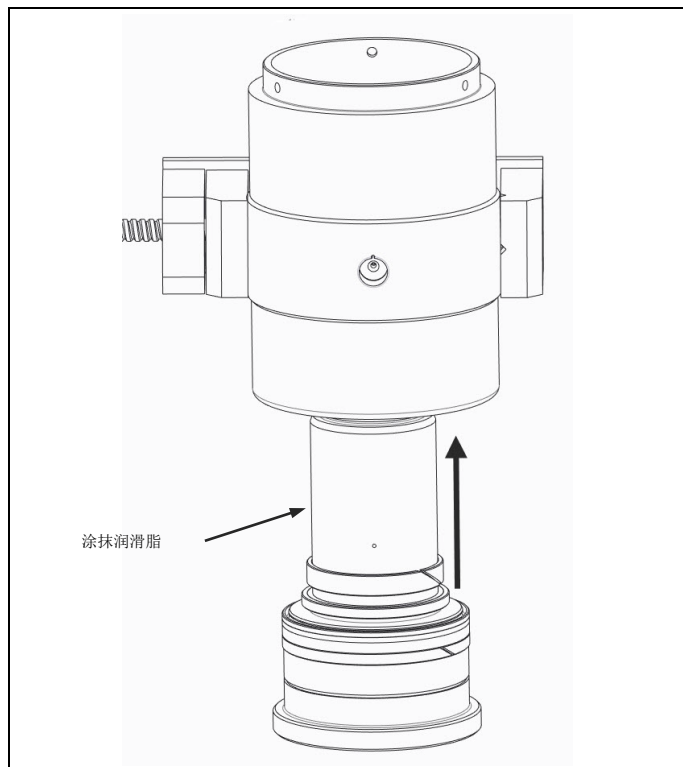

图 4.7 涂抹润滑脂，插入活塞
- a) 当将活塞总成滑动装回本体内时，需注意不要损伤任一内表面。（图 4.7）